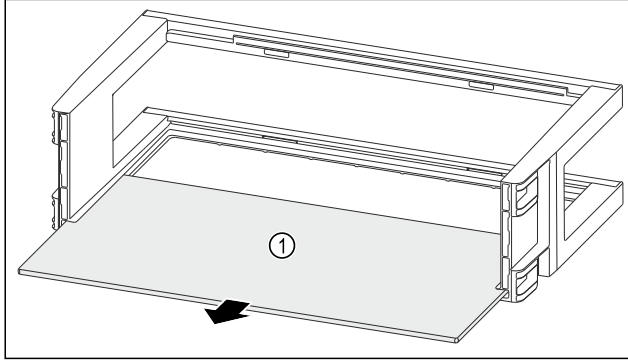

Fig. 113
- Raf alanını Fig. 113 (1) çıkarın.